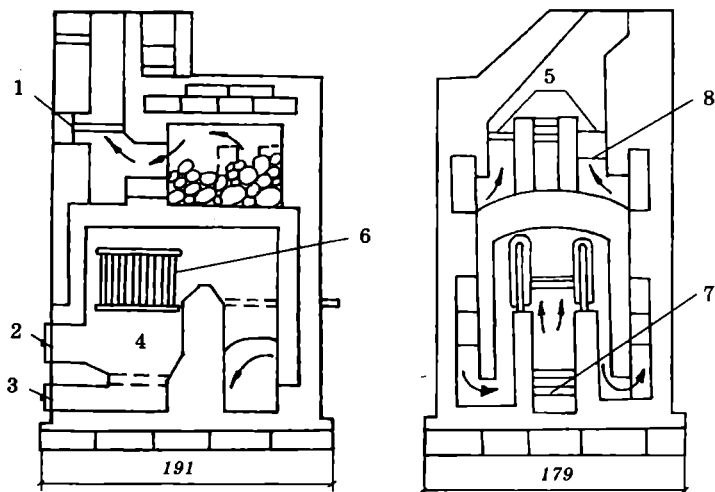

Рис. 122. Печь-каменка с отопительными радиаторами:
На рис. 122 показана печь с использованием в качестве водонагревателей отопительных радиаторов (взамен стального сварного бака). Печь работает в отопительном режиме (с прогревом каменки) или в комбинированном, что регулируется положением заслонок (8). После разогрева нижних и боковых поверхностей печи заслонки (1) и (5) открываются, (8) — закрывается. Газы из топливника, омывая радиатор (6), проходят в задний газоход, затем по восходящим каналам идут к ящику с камнями. После обогрева камней газы через заслонку (5) направляются в дымовую трубу.